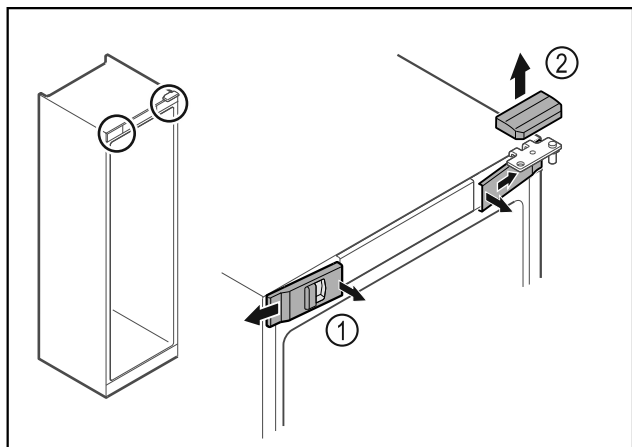

Fig. 18
- ▶ Lossa skydden fram Fig. 18 (1) på insidan och ta av dem åt sidan.
- ▶ Ta av det övre skyddet Fig. 18 (2) uppåt.